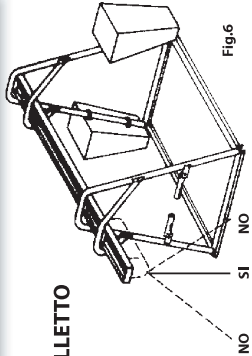

Fig. 6
2. Evitare assolutamente di utilizzare l'elevatore per tiri obliqui rispetto alla verticale (fig.6)